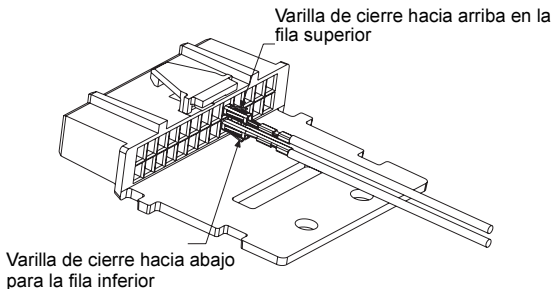

Figura 3. Orientación del terminal
El kit del pedal de emergencia incluye un cable. Cada uno de sus extremos tiene dos cables al descubierto. En los de uno de los extremos, uno de los cables tiene una arandela de conexión y el otro un terminal de contacto. Consulte la *Figura 3*, y realice las conexiones como sigue:
- Inserte el cable con el terminal de contacto en el pin 23 del conector accesorio como se muestra en la *Figura 3*.